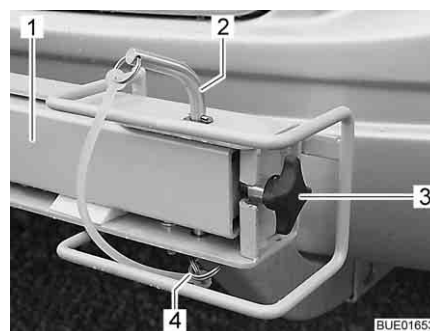

Fig. 2 Bloccaggio portabici
- Estrarre la spina a molla (Fig. 2,4).
- Sfilare il perno di sicurezza (Fig. 2,2) tirandolo verso l'alto.
- Svitare la vite della manopola (Fig. 2,3), eventualmente estrarla.
- Tenere il braccio orientabile (Fig. 2,1) e orientarlo di lato.